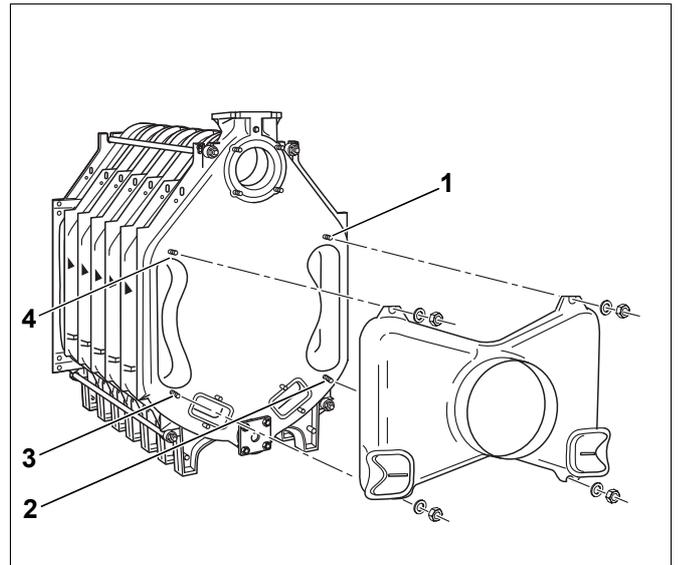

Bild 29 Abgassammler montieren
- Den Abgassammler auf die vier Stiftschrauben am Hinterglied aufsetzen (Bild 29, **Pos. 1 bis 4**) und mit Unterlegscheiben und Muttern anschrauben.